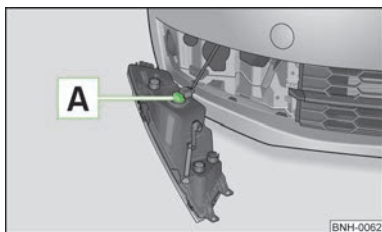

Fig. 131
- Girar el portalámparas [A] » fig. 131 hasta la tope en el **sentido contrario** al de las agujas del reloj y retirar.